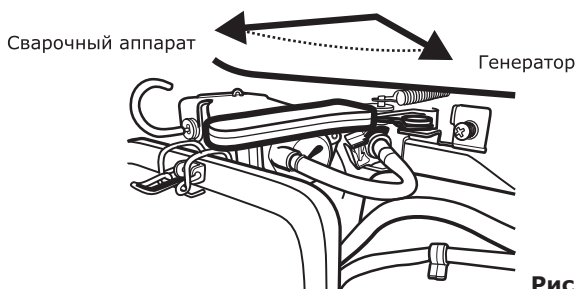

Рис. 23
**ВНИМАНИЕ!** Для увеличения срока службы сварочного генератора рекомендуется запуск двигателя производить в режиме генератора. На рис. 23 указан переключатель режимов.